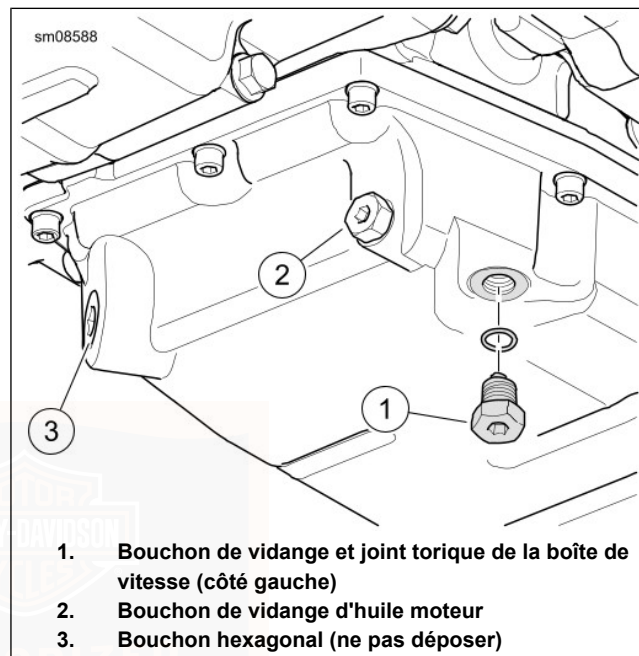

Figure 54. Vidange de la boîte de vitesse
2. Voir Figure 54. Enlever le bouchon de vidange de la transmission. Vidanger la transmission.